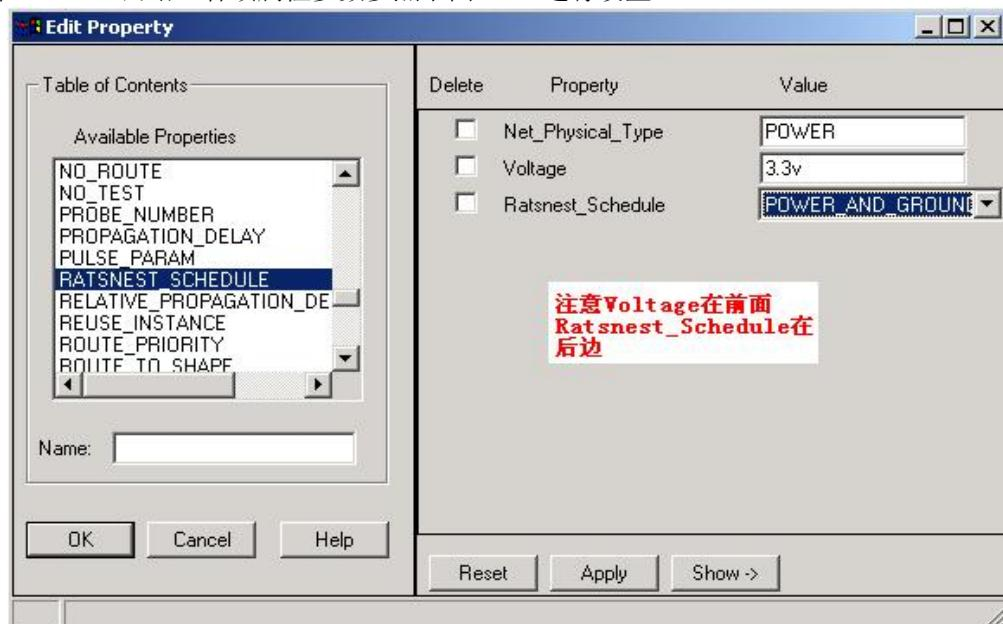

图 3.11 电源属性设置窗口
3. 选择 **VCC3.3V** 网络，各项属性参数参照下图 3.11 进行设置
6. 选择 GND 网络，各项属性参数参照图 3.11 进行设置，Voltage 改成“0v”